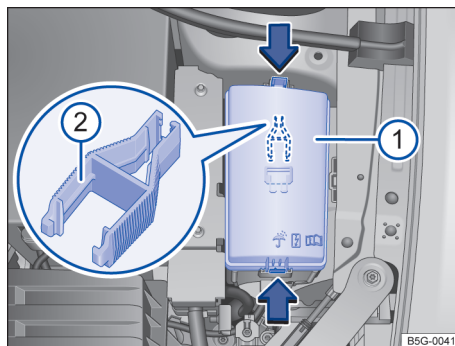

Fig. 173 En el compartimiento del motor: cubierta ❶ de la caja de fusibles con pinza de plástico ❷.
- Presionar las trabas en el sentido de la flecha → fig. 173 ❶, para desbloquear la cubierta de la caja de fusibles.
En el lado interno de la cubierta de la caja de fusibles en el compartimiento del motor puede haber una pinza de plástico → fig. 173 ❷ para retirar los fusibles.